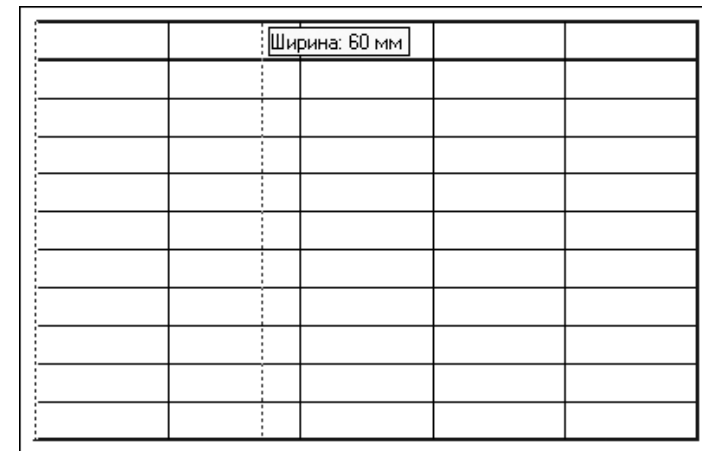

Рис. 5.64. Таблица в режиме редактирования с перемещенной линией
- переместите указатель мыши на линию между первым и вторым столбцами и, как только появится двухсторонняя стрелка, нажмите левую кнопку мыши. И, не отпуская ее, переместите указатель мыши вправо, а вместе с ним и фантом линии. И, как только появится значение искомой ширины (60 мм) – рис. 5.64, отпустите кнопку мыши.